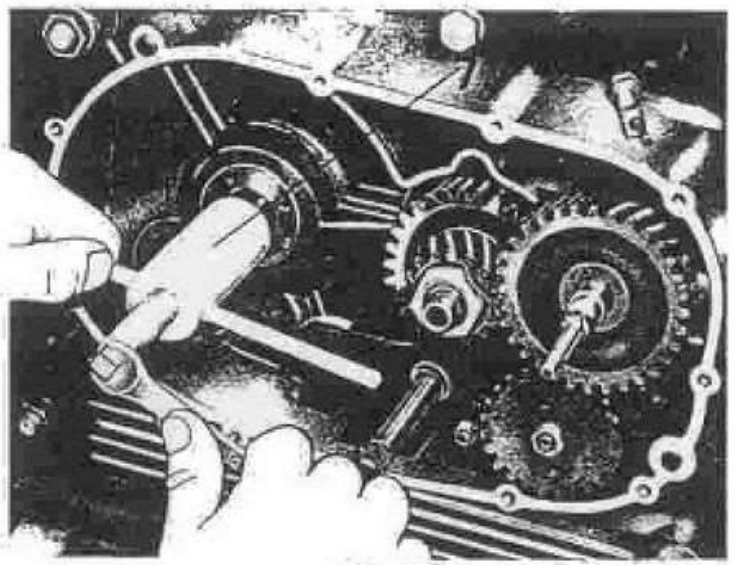

Fig. 76
- sull'albero primario l'anello interno del cuscinetto a rullini adoperando apposito attrezzo n° 10908300 (7 di fig. 76);